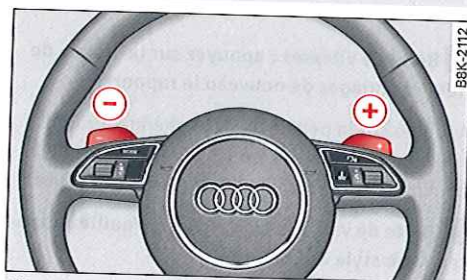

Fig. 111 Volant : passage manuel des rapports avec les palettes*
- Pour engager un rapport supérieur, pressez la palette (+) ⇒ fig. 111.